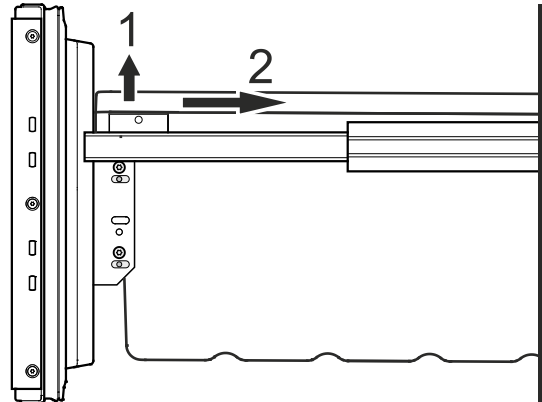

Figura 24
- Desenclave el recipiente por el canto izquierdo y derecho tirándolo hacia arriba (1) - **Figura 24**.
- Deslice el recipiente hacia atrás (2) - **Figura 24**.